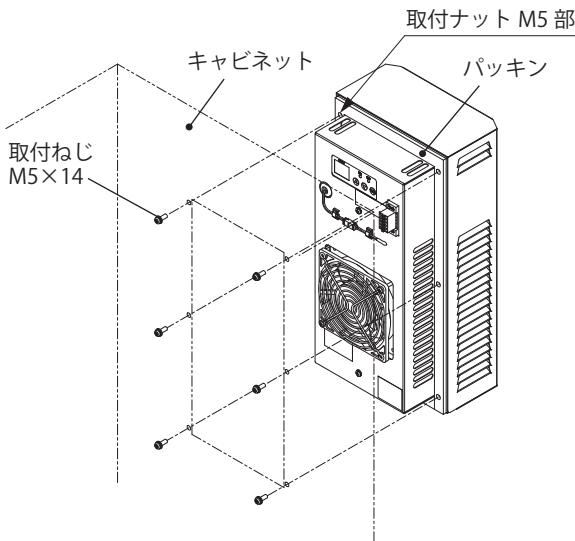

図3 取付方法
3. 付属の取付ねじM5×14にて、キャビネットへ確実に固定してください。(図3)